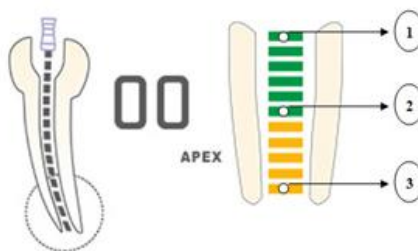

Рисунок 20
- в) включите устройство и нажмите на кнопку En-Ар. Затем перейдите в режим измерения вершины апикального отверстия. Если на ЖК дисплее отображается "02", "03", или "04" - это означает, что устройство исправно (см. Рисунок 20)